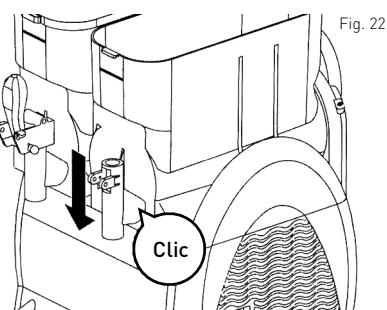

Fig. 22
- Apăsați ușor vasul în jos până când se cuplează în poziția corectă (vezi Fig. 22).